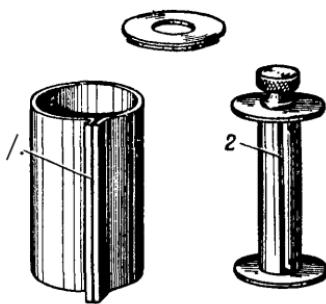

Рис. 17. Кассета для плёночных аппаратов „ФЭД“ и „Киев“:
В аппаратах типа «ФЭД» и «Киев» используется нормальная киноплёнка шириной 35 миллиметров. Отрезки плёнки длиной по 1,6 метра заряжаются в кассеты. На рис. 17 изображена кассета для подобных плёнок. Она представляет собой цилиндрический футляр с боковой щелью (1), края которой оклеены плюшем. Плёнка закрепляется одним концом на стержне катушки (2) и тую наматывается на неё. Катушку с плёнкой вставляют в футляр таким образом, чтобы плёнка вошла в боковую щель. После этого закрывают крышку кассеты. Само собой разумеется, что все эти операции производятся в темноте.